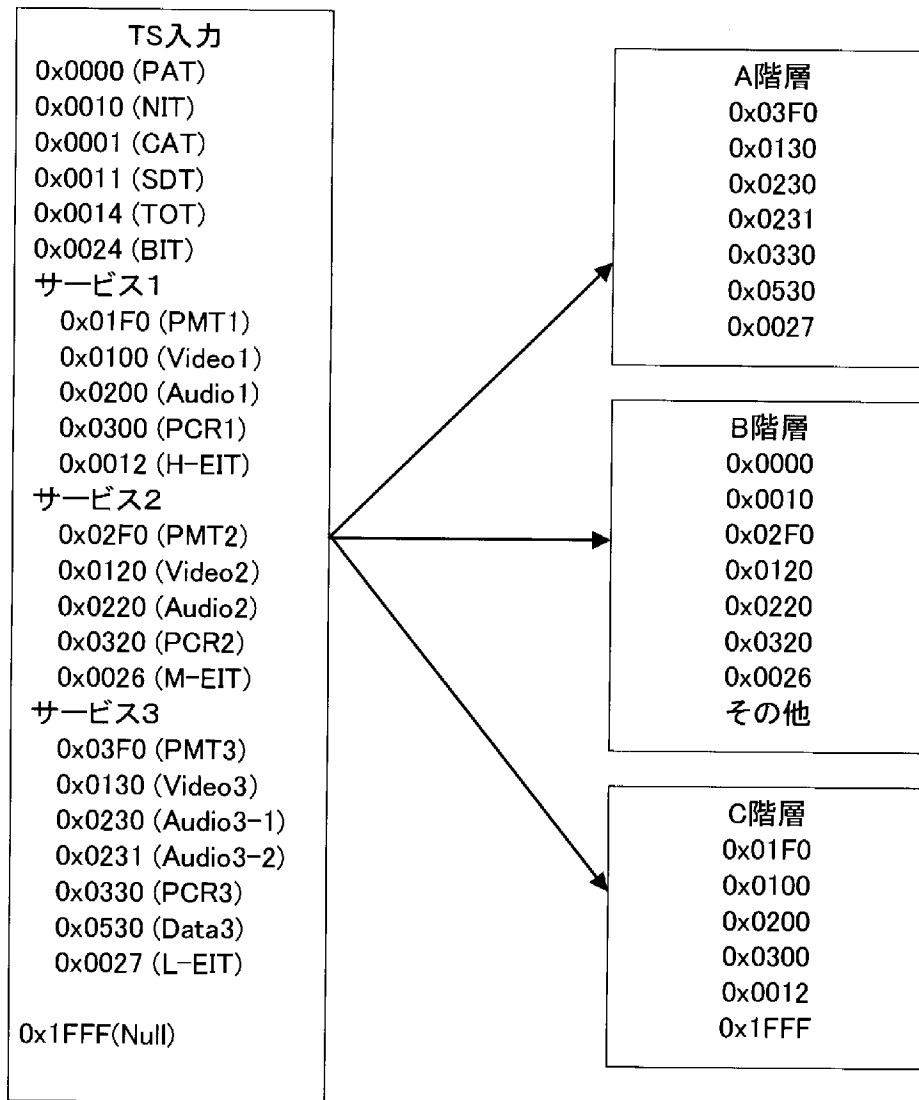

図5-9 階層割当てのイメージ
- (1) TS Source (F2) でExternalに設定し、External (F1) →Format (F3) でMPEG-TSに設定します。
- (2) Modulation (F3) で変調設定を行います。5.1.3項を参照してください。
- (3) 再度、TS Source (F2) →External (F1) でTS External Select (L-3) 画面に入り、Up (F2)、Down (F4) または矢印キーでPID番号1を指定します。
- (4) PID Set (F1) でPID (L-4) 画面に入ります。5.1.2.4項に従って、PID値を入力します。ここでは図5-9の上から順に、0x3F0を入力します。
- (5) Used Layer (F3) で割当てする階層にAを選択します。これでPID番号1の設定は終了です。UP MENUを押してL-3画面に戻ります。
- (6) PID番号2を指定し、0x130をA階層に割当てするよう設定します。
- (7) 以下、同様にしてA階層に割当てするPIDと、C階層に割当てするPID (11種類) を設定します。
- (8) B階層には、(7)までで設定した以外の全てのパケットが割当てられることとなりますので、TS External Select (L-3) 画面のUndefined PID Layer (F5) でBを選択します。
- (9) UP MENUを押して上の階層 (L-2) 画面に戻るか、長押しでトップ画面に戻り、設定を有効にします。